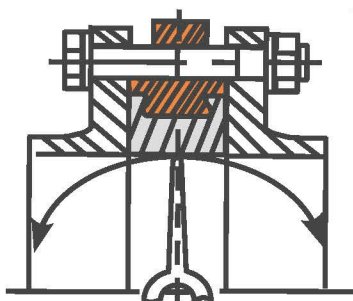

Рисунок 3
2.4. Перед началом монтажа необходимо убедиться, что внутренний диаметр фланцев соответствует номинальному диаметру дискового поворотного затвора (Рис. 3).